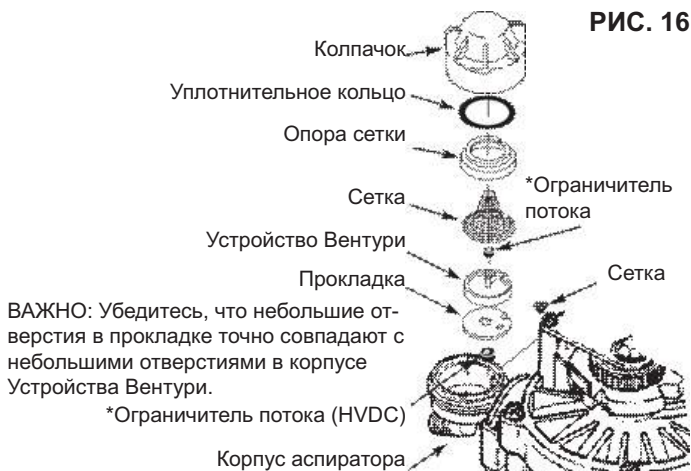

РИС. 16
3. Символы на дисплее показывают работу ПОЗИЦИОННОГО переключателя (см. рисунок 16).